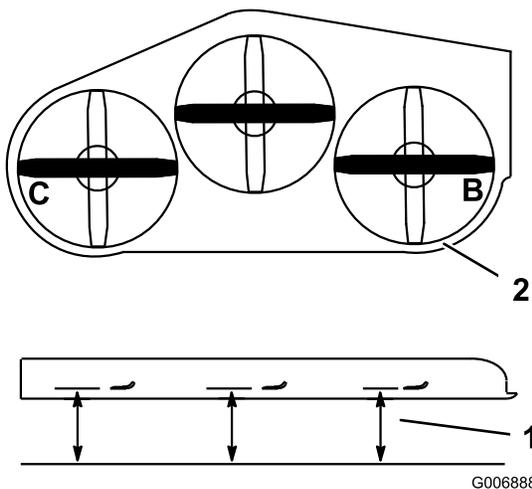

図 83
3. デッキのブレードを左右方向に向ける。B位置とC位置とで (図 83)、平らな床面からブレードの刃先までの高さを測る。